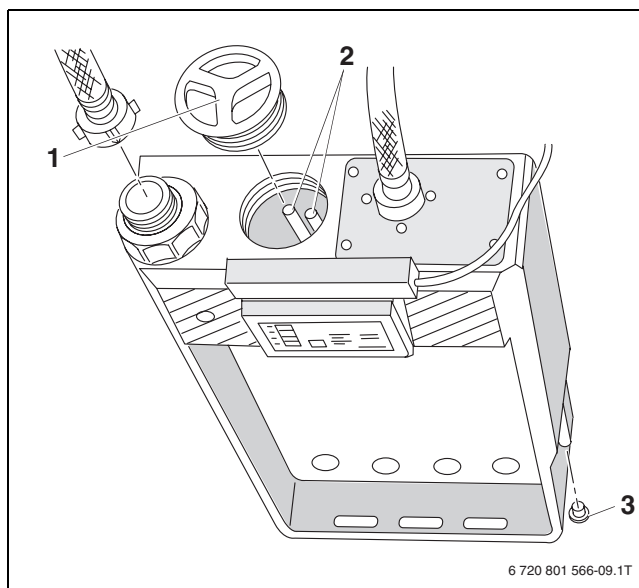

Fig. 9 Nettoyer le dispositif de neutralisation
- ▶ Dévisser le couvercle de la trappe de visite (→ fig. 9, [1]) et de la vanne de vidange (→ fig. 9, [3]).
- ▶ Nettoyer les électrodes avec précaution (→ fig. 9, [2]) si nécessaire.
- ▶ Ramener l'appareil à sa place, le positionner horizontalement, refermer le couvercle de la trappe de visite (→ fig. 9, [1]) et de la vanne de vidange (→ fig. 9, [3]).
- ▶ Contrôler les électrodes, nettoyer avec précaution si nécessaire (→ fig. 9, page 10).